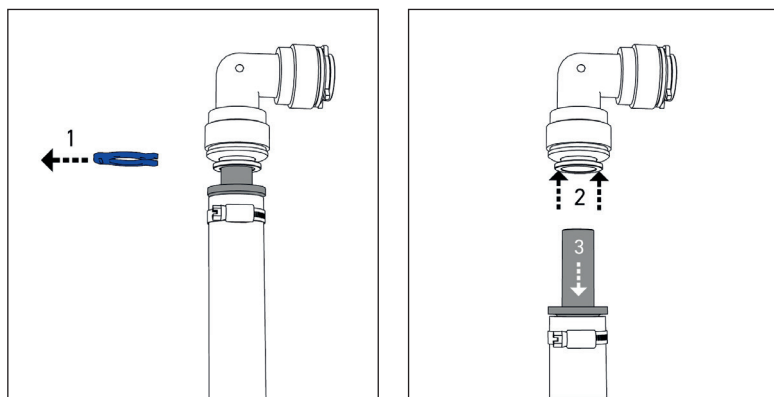

Figure 25
- Retirez les conduites d'eau des raccordements d'eau de l'unité UV (*Figure 25*). Retirez d'abord la bague de sécurité (1). Repoussez l'élément de maintien avec les doigts ou à l'aide d'un outil de desserrage (par ex. bague de sécurité) et maintenez-le (2). Le tuyau/flexible inséré peut alors être retiré (3).